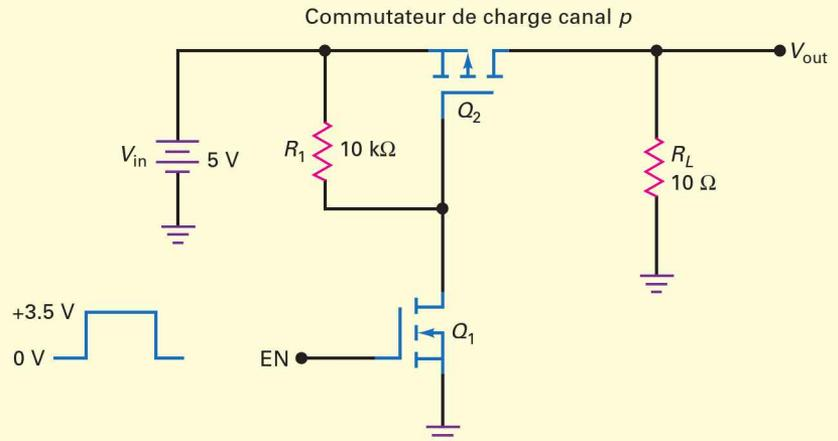

Figure 12.38
Dans la figure 12.38, quelle est la tension de sortie, la puissance de charge et la perte de puissance du transistor de passage MOSFET quand le signal EN est 3,5 V et quand il est 0 V ? Utilisez une valeur 50 mΩ pour $R_{DS(on)}$ de Q_2 .
12.13 Avez-vous compris ? Dans la figure 12.38, la résistance de charge devient 1 Ω . Quelle est la tension de sortie, la puissance de charge de sortie et la perte de puissance du transistor de passage MOSFET quand le signal EN est 3,5 V ?